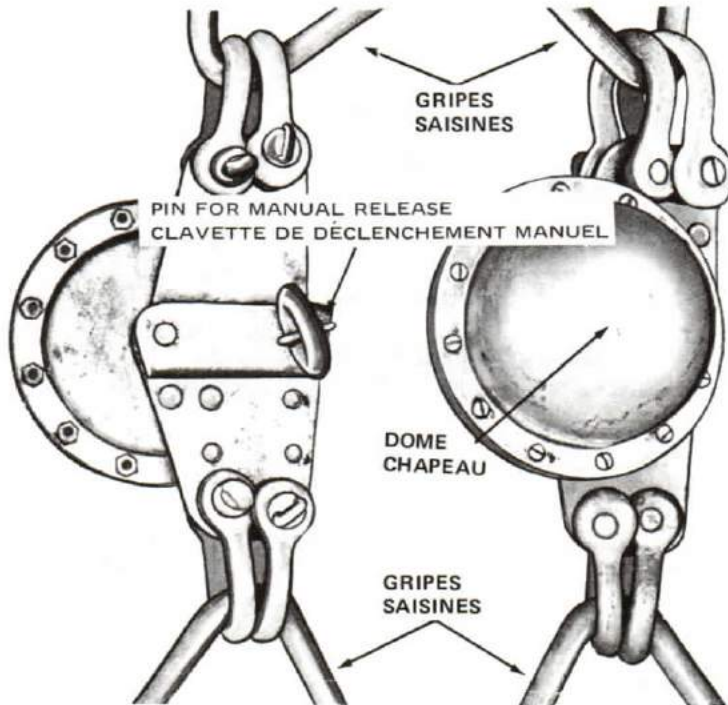

Figure 7-24
6. Raft Stowage and Release - The raft containers are held in their stowages by gripes fitted with hydrostatic release gear. See Figure 7-24. This gear automatically releases a raft from a sinking ship utilizing the water pressure. This gear may also be operated manually by removing the pin, and for this reason it is imperative that it should always be fitted with the dome next to the raft and the pin exposed for ready access.
6. L'arrimage et la mise en service du radeau. Le radeau dans son enveloppe est arrimé par des saisines munies d'un dispositif de déblocage hydrostatique (voir la figure 7-24). Le dispositif permet le lancement automatique du radeau par la pression de l'eau, advenant le naufrage du navire. On peut aussi déclencher le mécanisme manuellement en retirant la clavette qui le bloque; par conséquent, il faut gréer le dispositif en s'assurant que le chapeau fait face au radeau et que la clavette est à découvert et facile d'accès.